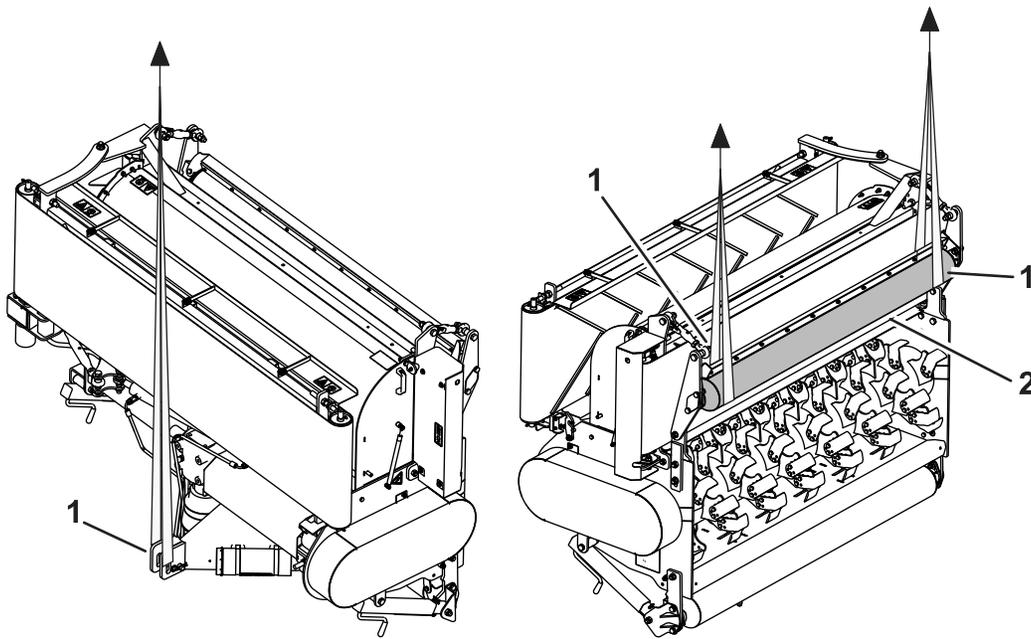
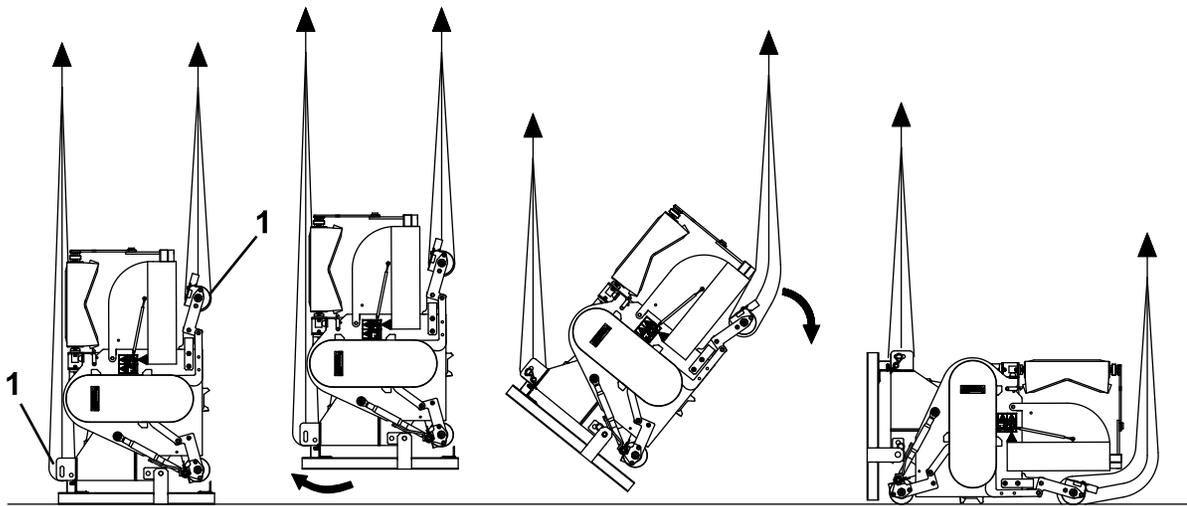

Figure 3
Figure 4
2. Accrochez les câbles de levage aux points de levage, comme montré à la Figure 3 et la Figure 4.
4. Abaissez l'accessoire doucement et de manière contrôlée, comme montré à la Figure 4, jusqu'à ce qu'il soit posé sur le sol.